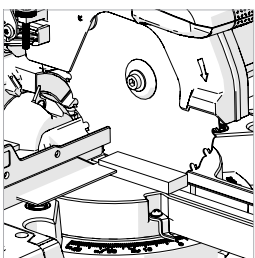

Fig. 30
- Posizionare la squadra sul banco con un bordo accostato alla battuta e l'altro contro la lama (evitando le punte TCT). (Fig. 30)
- Qualora sia necessaria la regolazione, allentare le tre (3) viti di regolazione della battuta tramite una chiave esagonale.